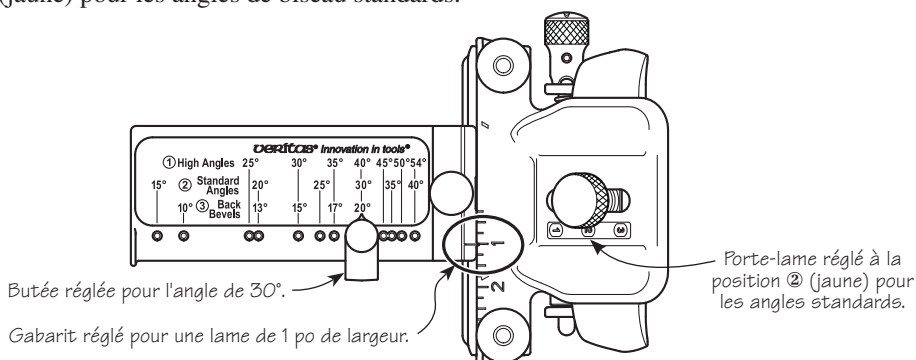

Figure 5 : Gabarit de réglage mis en place
Glisser le gabarit sur la queue d'aronde située à l'avant du porte-lame. Positionner le gabarit de manière à ce que le repère qui y est gravé coïncide avec la largeur approximative de la lame qui apparaît sur la règle de la mâchoire supérieure du porte-lame. Voir la **figure 5**. Serrer modérément à la main la molette d'attache du gabarit de réglage. **Ne pas** serrer excessivement. Il est souhaitable de laisser un léger jeu permettant de déplacer le gabarit de bas en haut afin de pouvoir positionner facilement la lame.
Régler la butée du gabarit selon l'angle de biseau souhaité et l'échelle correspondant au type de biseau voulu. Dans la **figure 5**, le réglage du gabarit et de la butée sont faits en fonction d'une lame de 1 po de largeur avec un biseau de 30°, en utilisant la position ② (jaune) pour les angles de biseau standards.